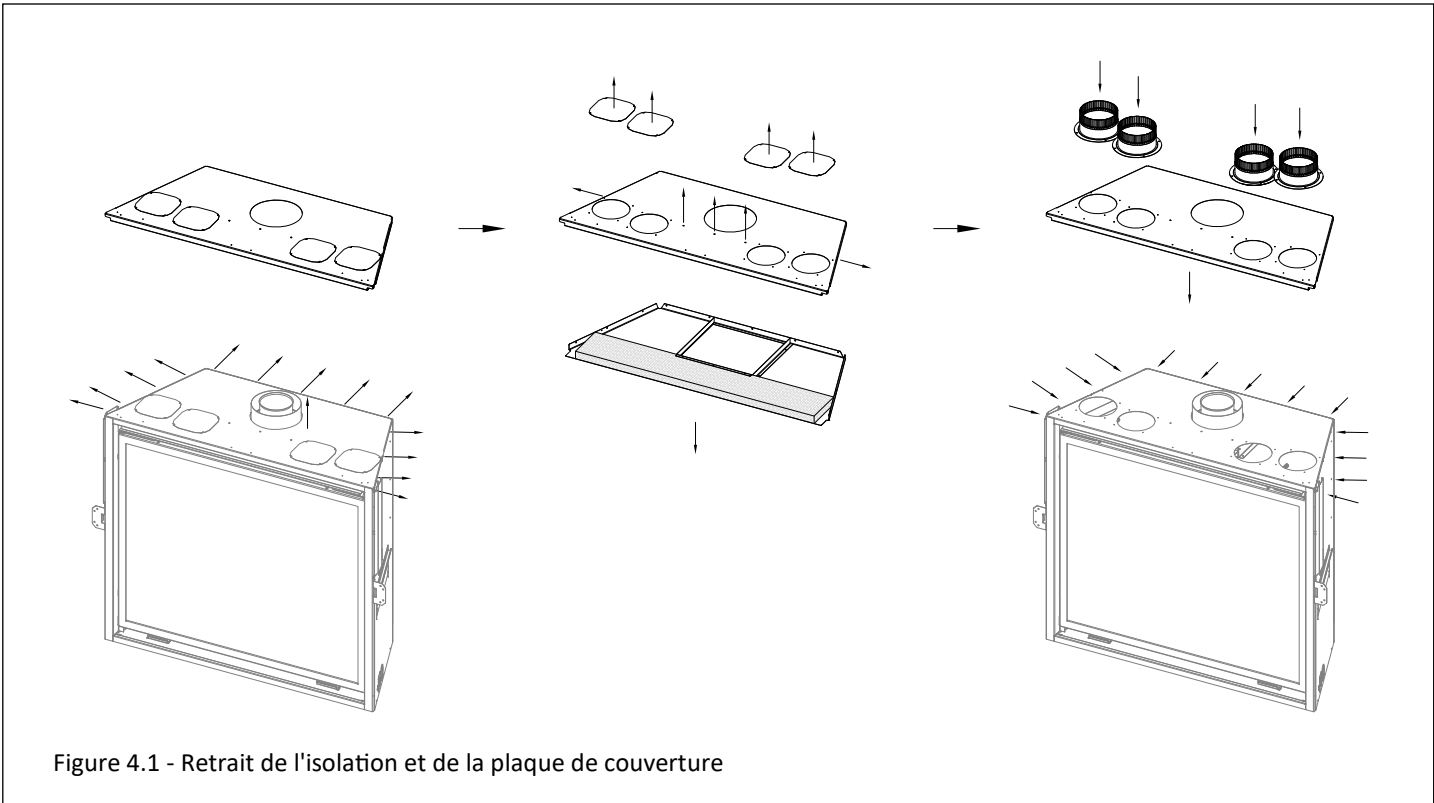
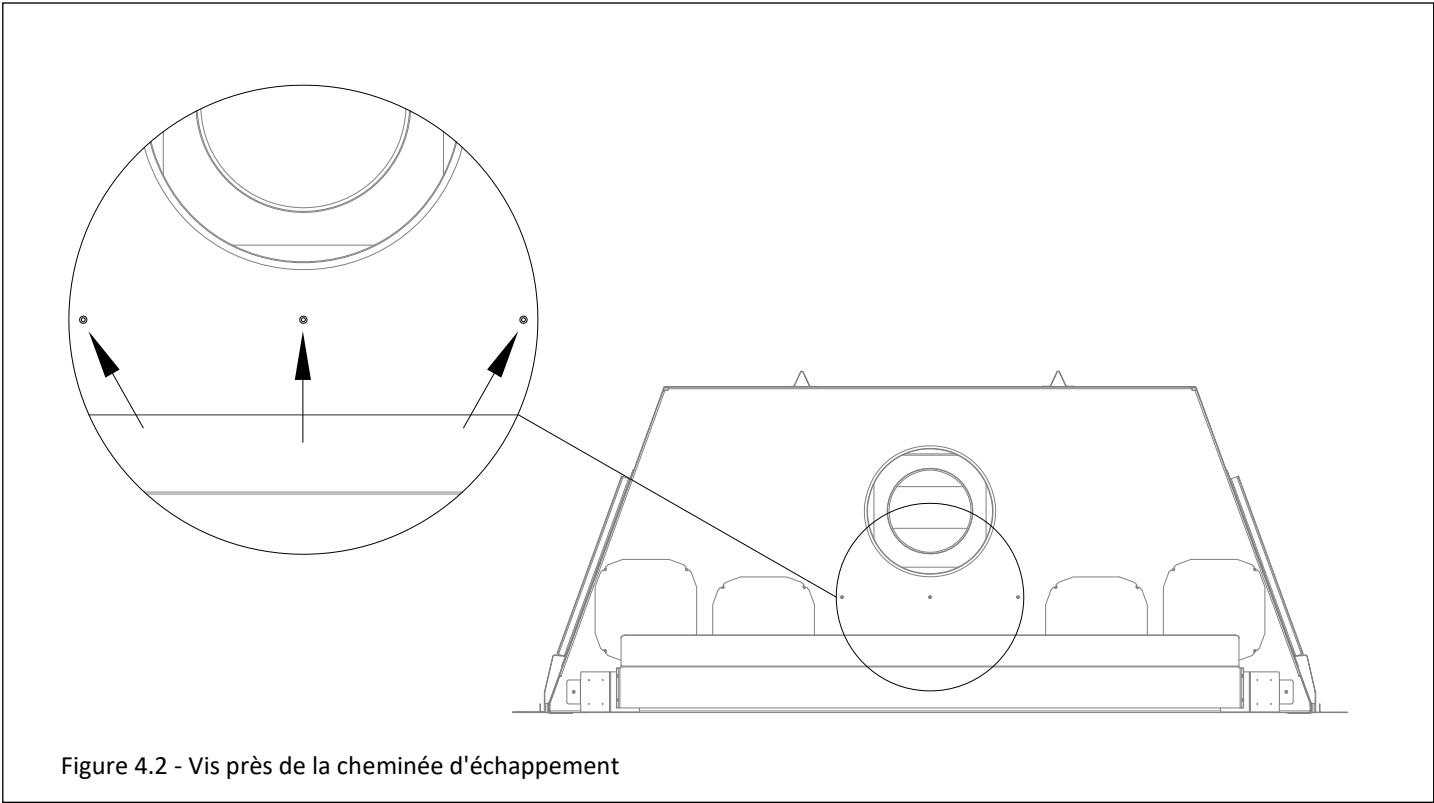

Figure 4.1 - Retrait de l'isolation et de la plaque de couverture
Figure 4.2 - Vis près de la cheminée d'échappement
- Les plaques de convection et l'isolant de l'appareil doivent être retirés pour les installations du kit Komfort Zone, comme illustré à la Figure 4.1 et Figure 4.2.
1. Retirez les (13) vis à tôle qui fixent l'assemblage de la coque extérieure supérieure. Tirez cet assemblage vers le haut autour de la cheminée d'évacuation pour le retirer de l'appareil. Voir la première image de la Figure 4.1.
2. Retirez les (4) plaques de recouvrement là où chaque plaque de recouvrement est fixée avec des (4) vis à tôle. Voir la deuxième image de la Figure 4.1. Jetez ces plaques de recouvrement.
3. Retirez les (3) vis à tôle du haut de l'assemblage (voir gros plan à la Figure 4.2) et les (2) vis à tôle sur le côté de l'assemblage (une vis de chaque côté illustré dans la deuxième image de la Figure 3.9). Vous pouvez maintenant séparer les deux sections de l'assemblage de la coque extérieure supérieure. Retirez et jetez l'isolant et la partie inférieure de l'assemblage supérieur. De plus, jetez les (4) plaques de recouvrement illustrées dans la deuxième image de la Figure 4.1.
4. Réinstallez la partie supérieure de la coque extérieure sur l'appareil avec les (13) vis à tôle retirées précédemment.